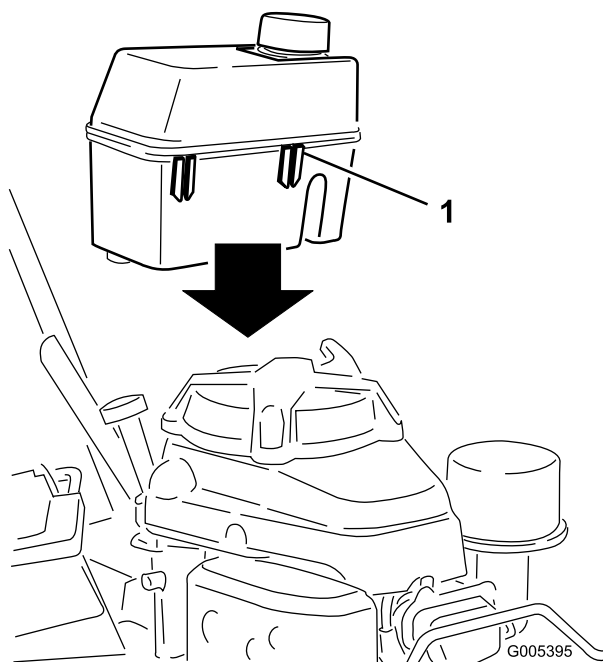

Figura 6
3. Deslice los clips de plástico de la parte delantera del depósito de combustible sobre el soporte de montaje del depósito de combustible (Figura 6).